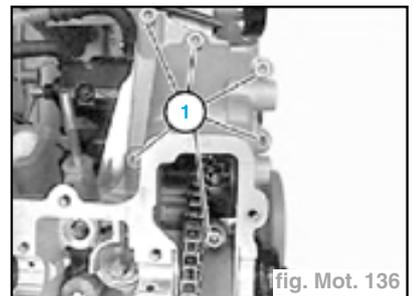

fig. Mot. 136
- les vis (1) (fig. Mot. 136),
- les vis (1) et les serrer (fig. Mot. 136),